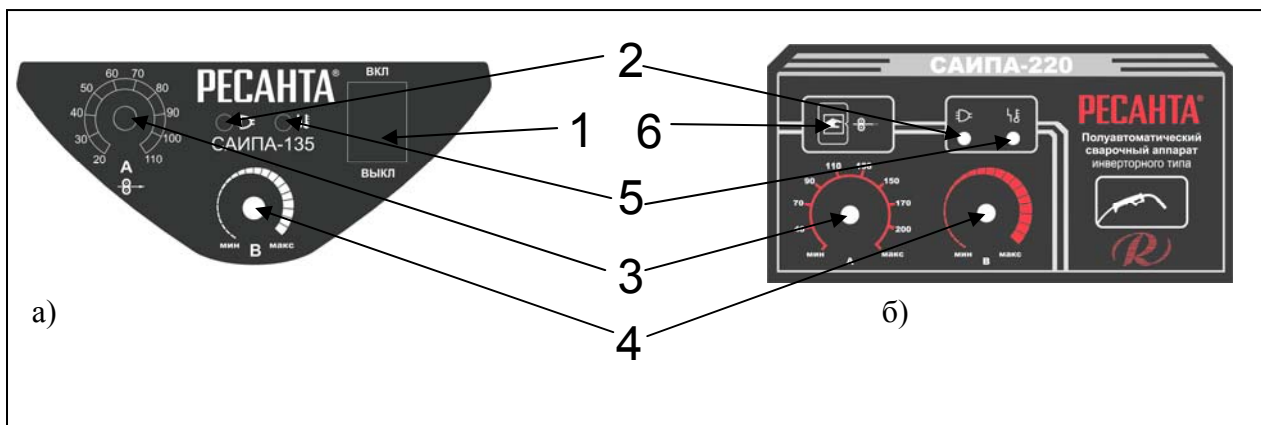

рис. 1
**Сила сварочного тока (рис.1, поз.3).** С увеличением силы сварочного тока повышается глубина провара, что приводит к увеличению доли основного металла в шве. Ширина шва сначала несколько увеличивается, а затем уменьшается. Силу сварочного тока устанавливают в зависимости от выбранного диаметра электрода.
**Скорость подачи электродной проволоки (рис.1, поз.3)** связана с силой сварочного тока и регулируется одновременно с ним. Ее устанавливают с таким расчетом, чтобы в процессе сварки не происходило коротких замыканий и обрывов дуги.
**Напряжение дуги (рис.1, поз.4).** С увеличением напряжения дуги глубина провара уменьшается, а ширина шва увеличивается. Чрезмерное увеличение напряжения дуги сопровождается повышенным разбрызгиванием жидкого металла, ухудшением газовой защиты и образованием пор в наплавленном металле. Напряжение дуги устанавливается в зависимости от выбранной силы сварочного тока.
7. Включить аппарат выключателем на передней панели (рис. 1, поз. 1). загорится индикатор «Сеть» (рис. 1, поз. 2).
8. Установить регулятор подачи сварочного тока (рис. 1, поз. 3) в необходимое положение на моделях САИПА-135/165.
9. Кратковременными нажатиями на кнопку сварочного пистолета добиться протягивания проволоки через механизм подачи на моделях САИПА-135/165. В моделях САИПА-200/220 кратковременными нажатиями на кнопку протяжки сварочной проволоки (рис.1, поз.6) добиться протягивания проволоки через механизм подачи.
10. Выключить аппарат выключателем на передней панели (рис. 1, поз. 1).
13. Включить аппарат выключателем на передней панели (рис. 1, поз. 1). загорится индикатор «Сеть» (рис. 1, поз. 2).
14. Регулятором сварочного тока (рис. 1, поз. 3) установить необходимое значение.
16. Выключить аппарат выключателем на передней панели (рис. 1, поз. 1).